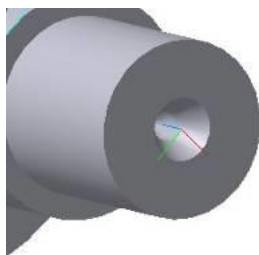

Рис. 9.10. Деталь, после операции центровые отверстия
16. В окне библиотеки отверстий раскройте папку **«Центровые отверстия»**, в списке типов отверстий укажите вариант **«Форма А»**, в окне параметров задайте размеры отверстия: $d = 4$ мм, $l_1 = 3,9$ мм, $l = 5$ мм. Нажмите  (рис. 9.10).